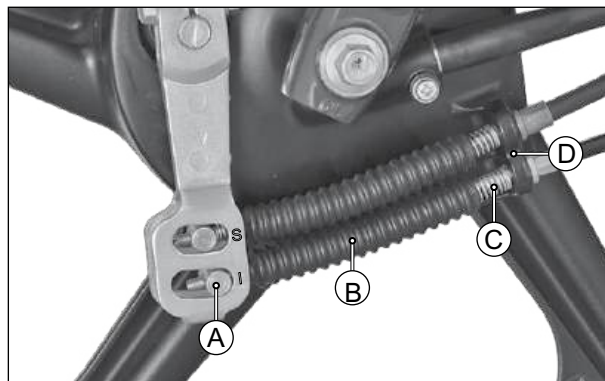

Fig. 6.97
- Remova o pino de ancoragem (A), a proteção de borracha (B) e a mola (C) do cabo do freio dianteiro. (Fig. 6.97)
- Remova o cabo do freio dianteiro do conjunto do espelho do freio (D). (Fig. 6.97)